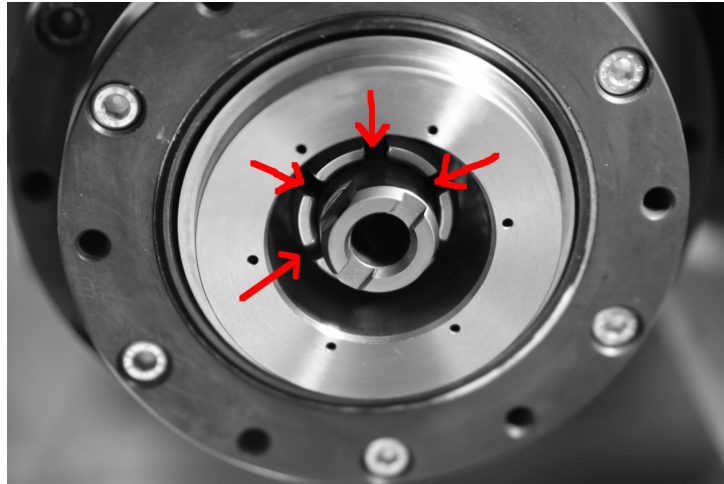

Abbildung 3: Schmierung der HSK-Aufnahme am Greifer (Pfeile)
- Den Greifer in der Mitte der HSK-Aufnahme damit schmieren. Das Moly-Spray (graue Flüssigkeit) dazu in die 6 Lücken zwischen den Segmenten des Greifers aufbringen (Abb. 3).